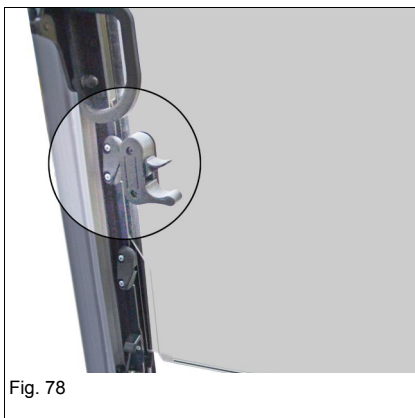

Fig. 78
- ▶ Si l'ensemble de la vitre AV est ouvert ou fermé, la vitre AV inférieure doit être complètement ouverte (Fig. 78).